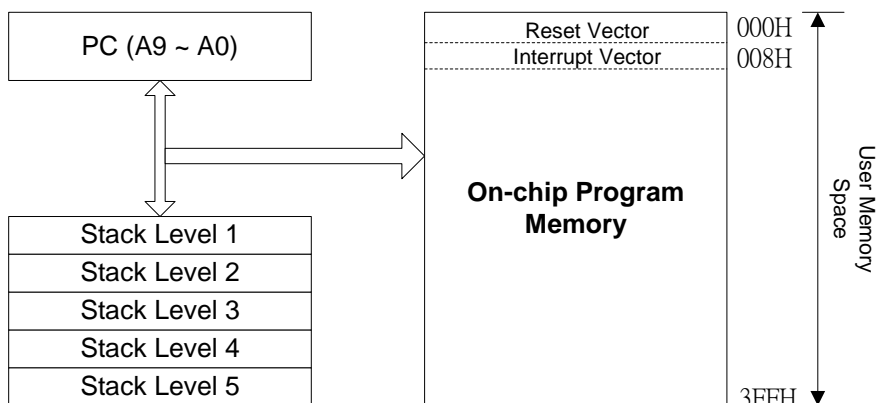

图 4-2 程序计数器结构图
- 根据控制器的类型,R2和硬件堆栈为10位宽。参见图4-2所示的程序计数器结构图。